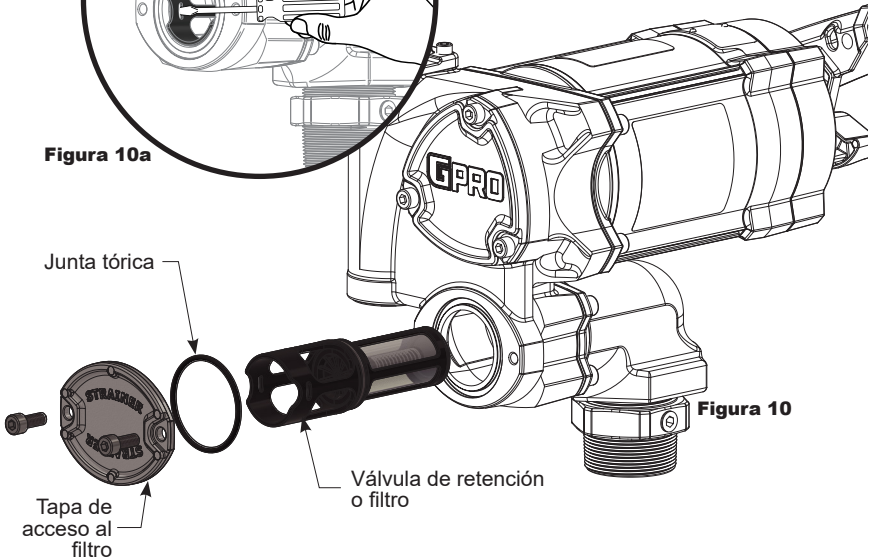

Figura 10
1. Apague la bomba y desconéctela de la energía. Con una llave hexagonal de 6 mm, retire la tapa de acceso al filtro, la junta tórica y el conjunto de la válvula de retención o el filtro, y revise si hay daños o atascos (vea la figura 10). Limpie el filtro con un cepillo de cerdas suaves y solvente. Si está muy sucio, se puede utilizar aire comprimido. Si está dañado, cambie el conjunto de la válvula de retención o el filtro.